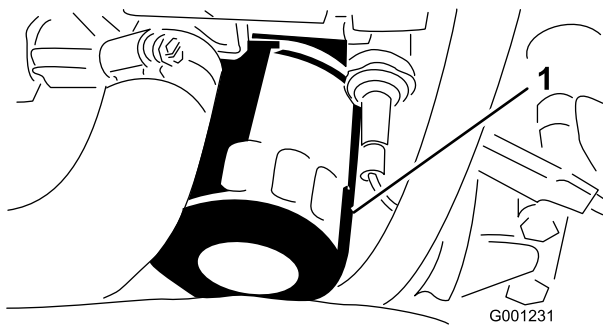

Figure 50
- Déposez et remplacez le filtre à huile (Figure 50).